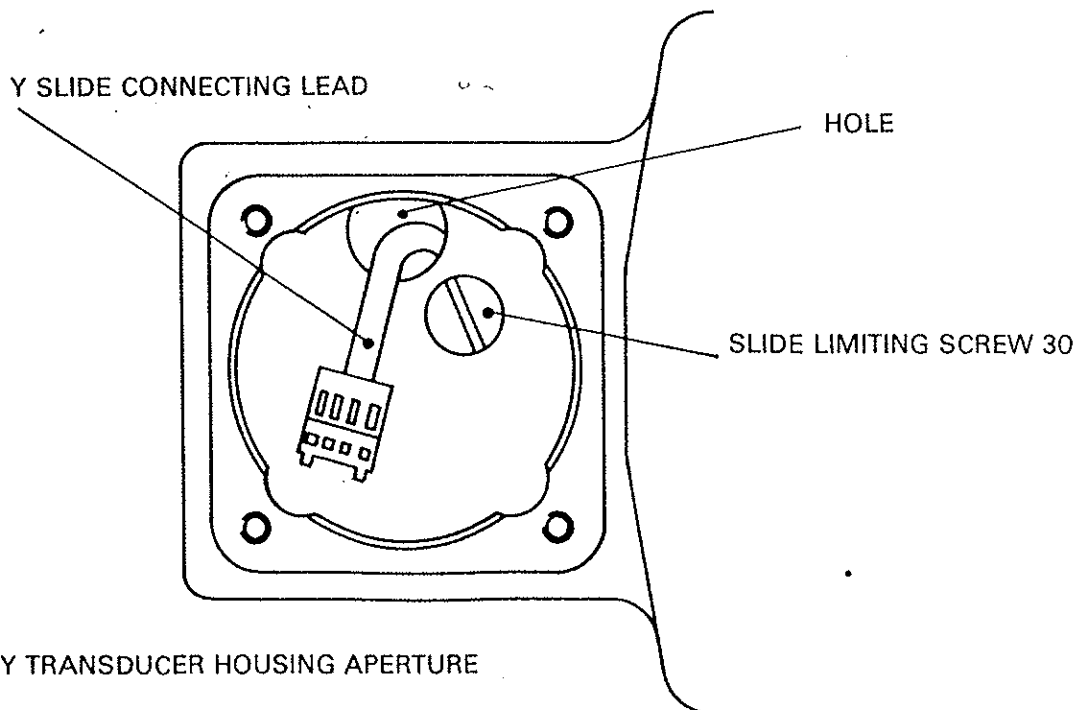

Fig 26a.
- 1 7 - 9 コネクタ本体から出ている細いワイヤーを断線させたり引っ張りたりしないように気を付けて、Yスライド接続リード線をYトランスハウジングの穴に通して下さい。（図26a参照）